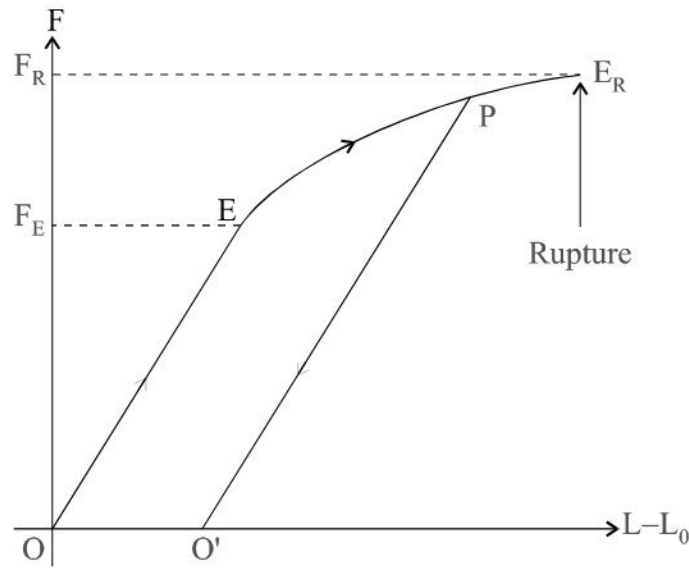

Figure 2
4. On se propose d'étudier la courbe donnant F en fonction de $\Delta L=L-L_0$ à température de la tige constante $F=f(\Delta L)$ représentée figure 2 :